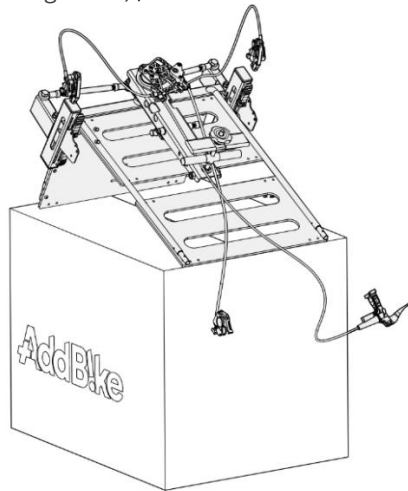

Figure 12 - L'AddBike+ sans roues ni garde-boues sur son carton
- Pour faciliter le montage, posez l'AddBike+ sans ses roues sur le carton selon la position présentée ci-dessous (Cf. figure 12) ;